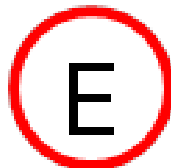

Figura 28: Adesivo di segnalazione dell'interruttore
- 7.6.1 La posizione dell'interruttore che interrompe l'accensione deve essere sulla carrozzeria, segnalata da una "E" (alta 20 mm), in un cerchio rosso. Si veda la Figura 28.